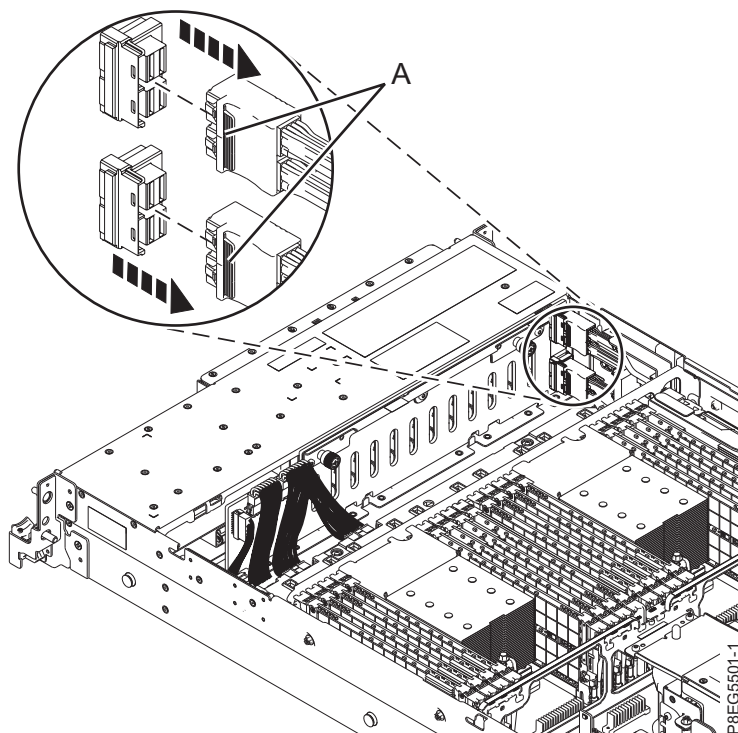

図 2. 前面 SAS ケーブルの切り離し
3. 各ケーブルを接続する、ディスク・ドライブ・バックプレーンおよび SAS RAID 内部アダプター上のコネクタに留意して、前面 SAS ケーブルにラベルを付けます。 6 ページの図 2 に示すように、ラッチ **(A)** を押してケーブルのプラグを抜くことにより、ディスク・ドライブ・バックプレーンから前面 SAS ケーブルを切り離します。